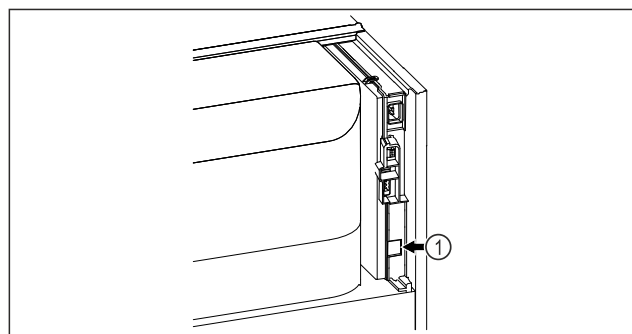

Fig. 86
- Założono SmartModule Fig. 86 [1].